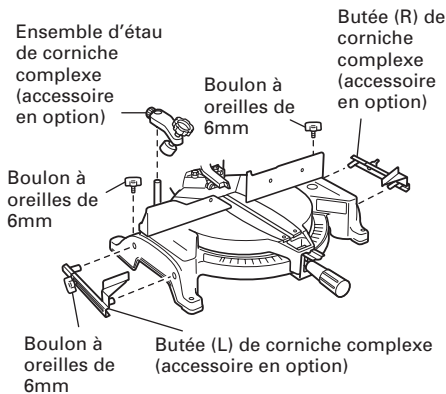

Fig. 30-a
- (1) Les butées (L) et (R) de corniche complexe permettent des coupes plus faciles de corniches complexes sans inclinaison de la lame de scie. Les installer sur la base, de chaque côté, comme le montre la Fig. 30-a. Après les avoir introduits, serrer les boutons de boulonnage de 6mm sur les butées de corniche complexe.